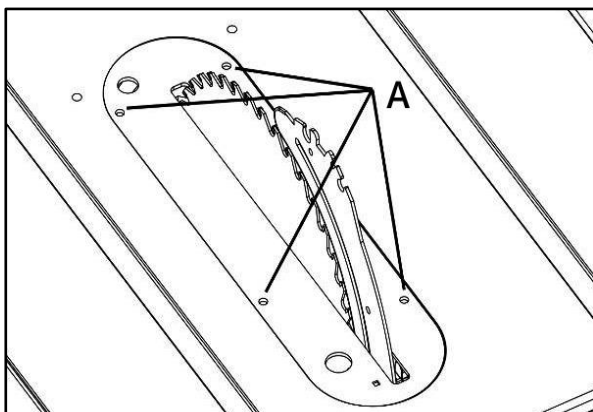

Рисунок 24
- Расположите вставку в отверстии стола. Вставка фиксируется в положении при помощи магнита в столе. Уровень вставки, регулируется винтами А (рис. 24).